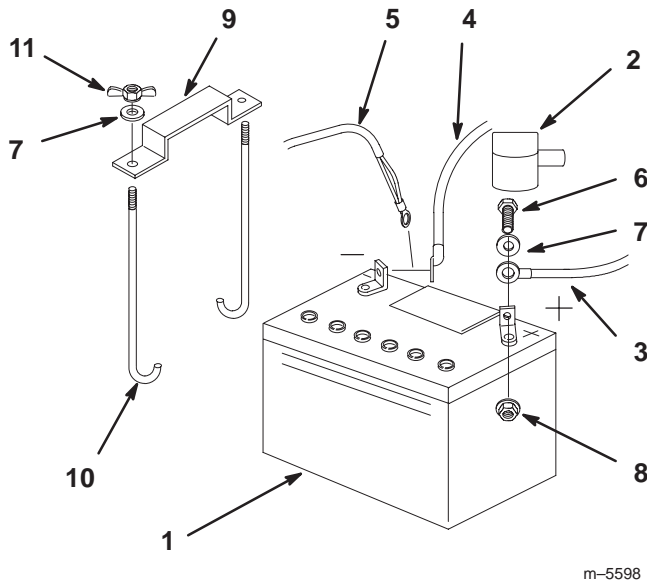

Figure 63
1. Placez la batterie dans son support en tournant les bornes vers le moteur (Fig. 63).
4. Fixez les câbles à l'aide de 2 boulons (1/4 x 3/4 pouce), 2 rondelles (1/4 pouce) et 2 contre-écrous (1/4 pouce) (Fig. 63).
6. Fixez la batterie en position avec des boulons en J, une barrette de maintien et 2 rondelles (1/4 pouce), ainsi que 2 écrous papillons (1/4 pouce) (Fig. 63).
4. Débranchez d'abord le câble négatif et le câble de masse de la borne négative (-) de la batterie (Fig. 63).
5. Ôtez le capuchon rouge de la borne positive (rouge) de la batterie. Retirez ensuite le câble positif (rouge) de la batterie (Fig. 63).
6. Retirez les deux écrous papillons (1/4") de fixation de la barrette de maintien de la batterie (Fig. 63).